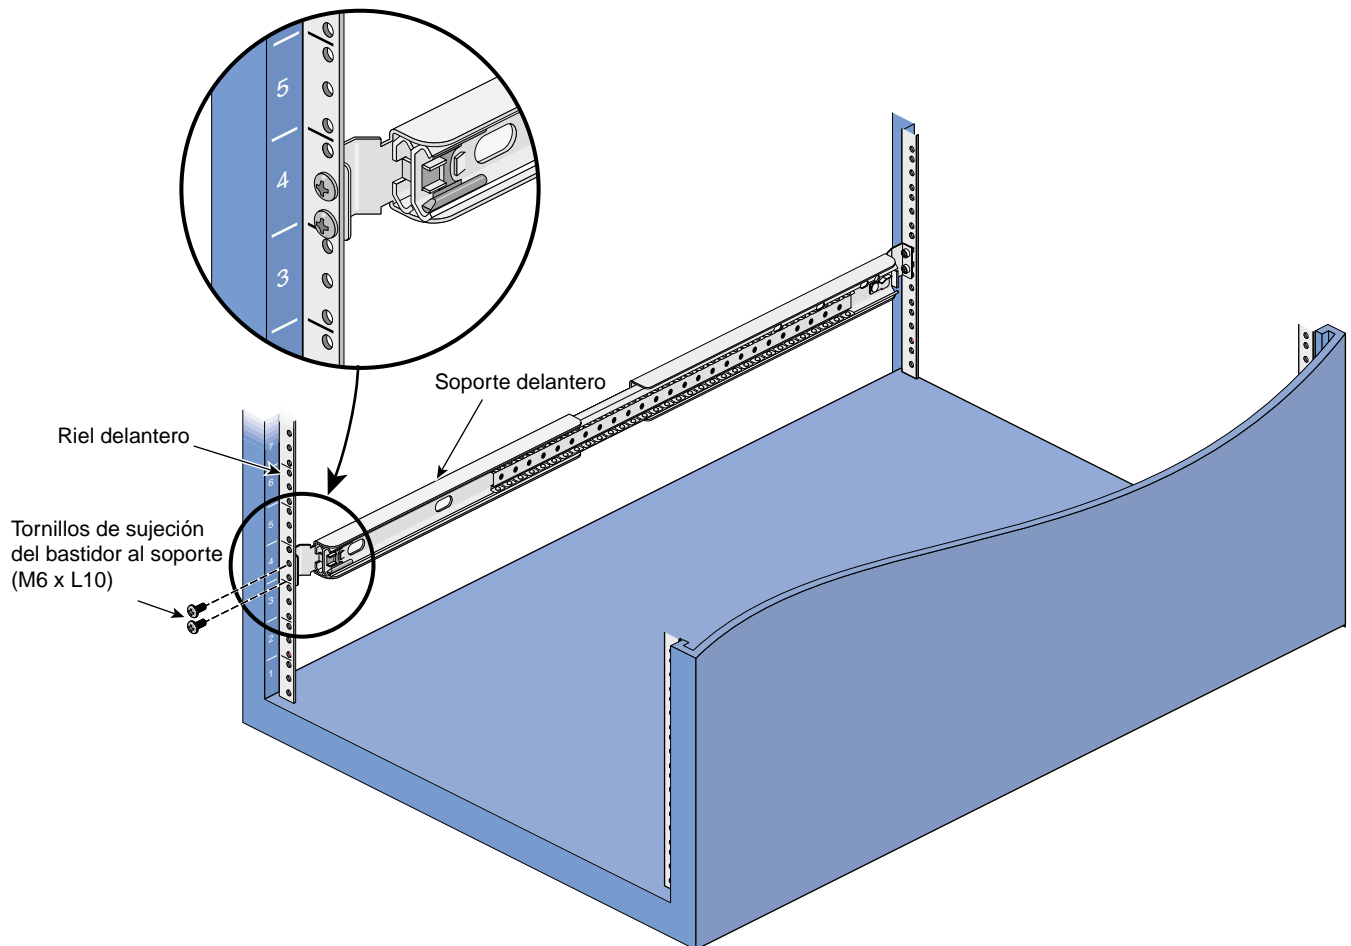

Figura 2-5 Sujeción del soporte del riel corredizo al riel delantero del bastidor
2. Utilice dos tornillos M6xL10 (consulte la Tabla 2-2) para fijar el soporte al riel del bastidor (consulte la Figura 2-5).